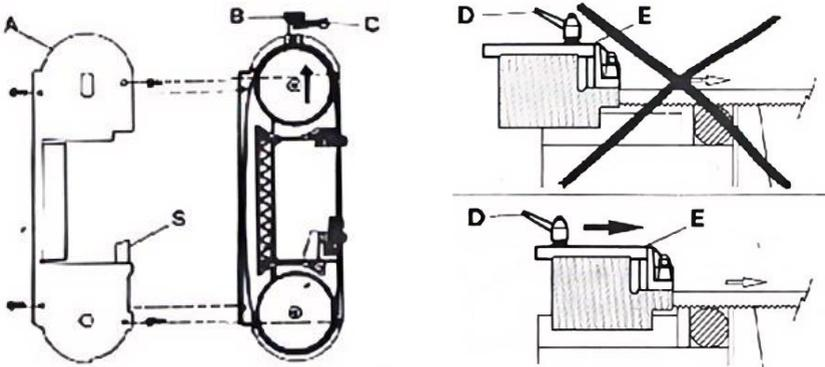

Abb.: 1 Abb.: 2
1. Einstellen der Sägeblattspannung (Abb.1)